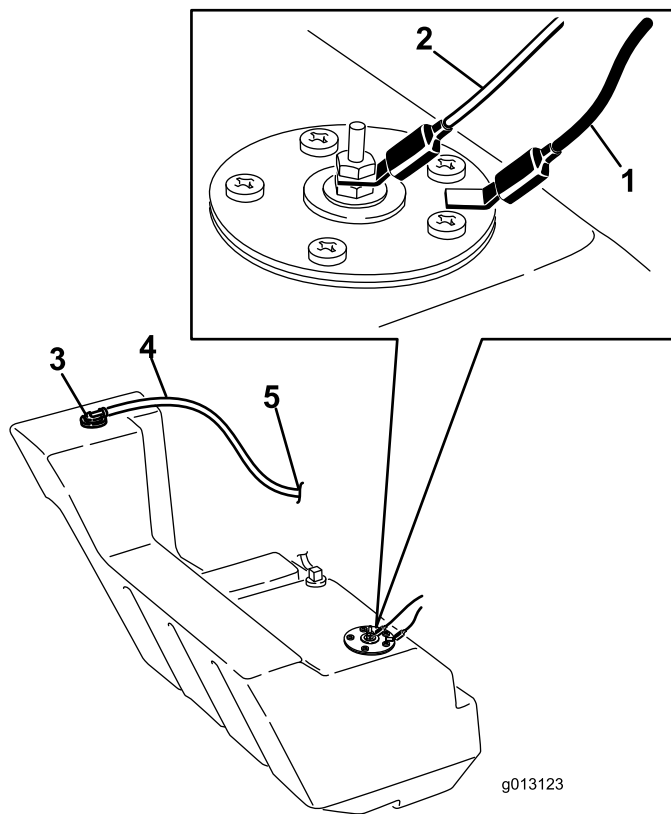

Figura 64
11. Desconecte los 2 cables que se dirigen al lado derecho del depósito (Figura 64).
20. En el lado derecho del depósito, conecte el cable naranja al borne central y el cable negro al borne exterior (Figura 64).